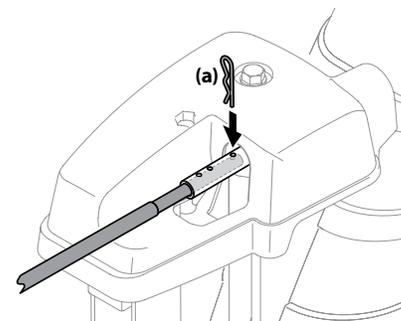

Figure 3-10
1. Retirez la goupille fendue (a) qui est insérée dans l'un des trous les plus éloignés de la tête de commande de la goulotte. Voir Figure 3-10.
2. Poussez la tige de commande de la goulotte jusqu'à ce que le trou de la tige s'aligne avec le troisième trou du raccord. Voir Figure 3-10.
3. Réinsérez la goupille fendue (a) dans ce trou et celui de la tige de commande de la goulotte. Voir Figure 3-10.